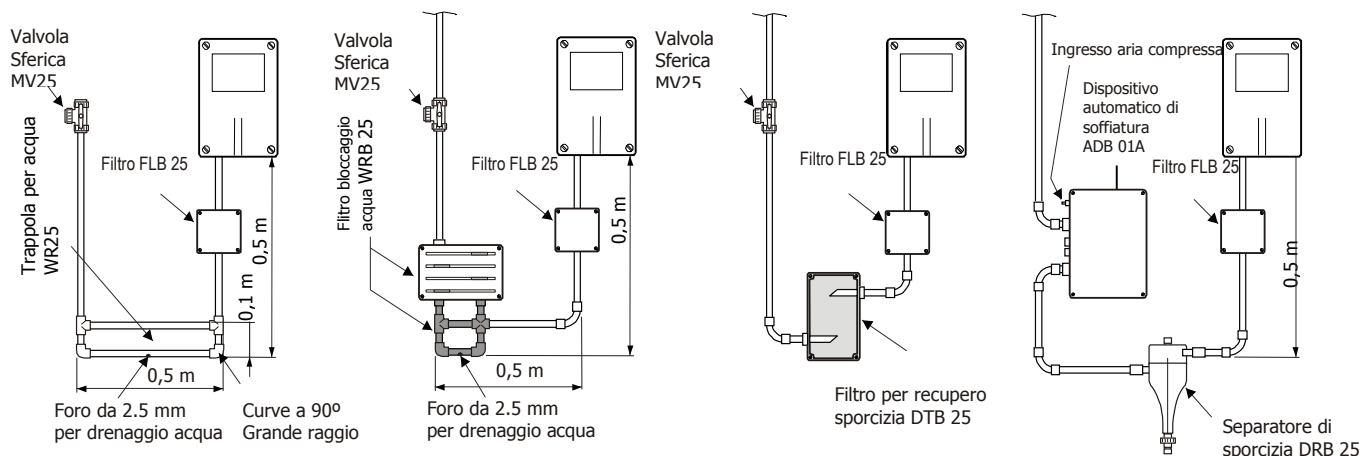

Fig. 28 Installazione degli accessori per rete d'aspirazione
- La figura **Fig. 28.** mostra l'installazione raccomandata degli accessori.